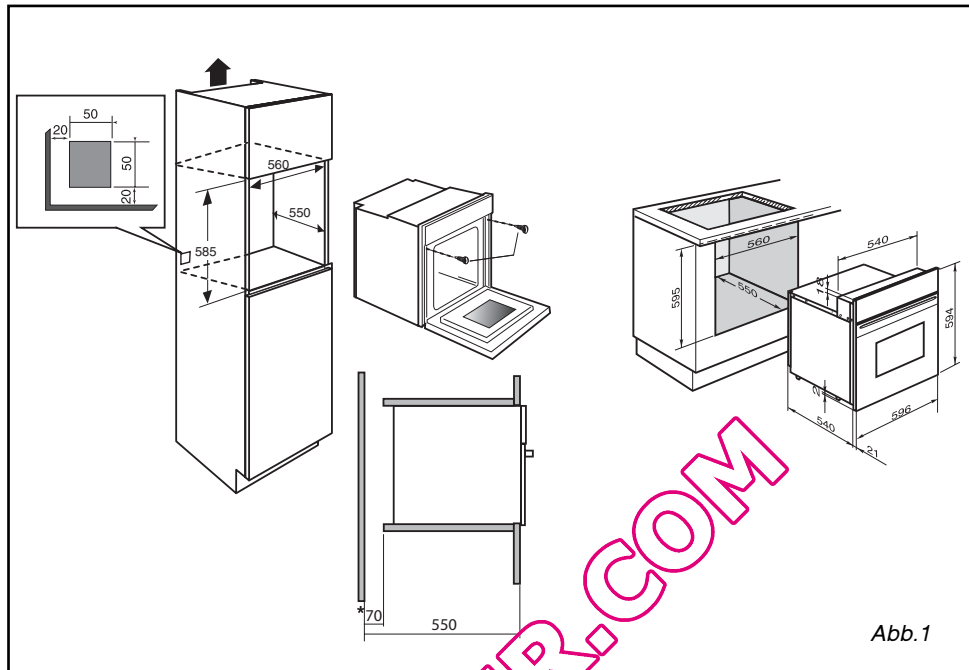

Abb. 1
- Für bessere Stabilität den Backofen mit 2 Schrauben in den vorgesehenen Löchern an den Seitenträgern befestigen (Abb.1).